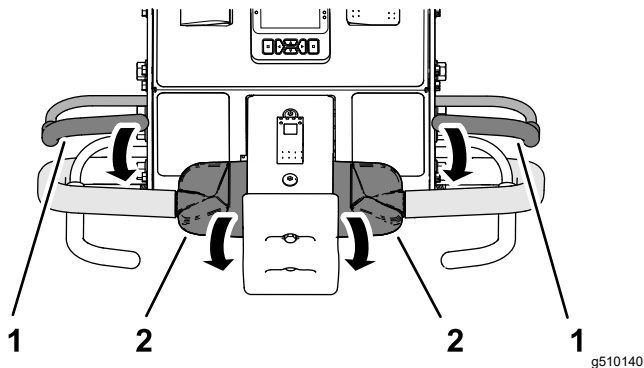

Figura 35
1. inei oricare dintre manetele pentru prezenta operatorului la bara de ghidare i rotii partea superioară a comenzii de traciune spre înainte (Figura 35).